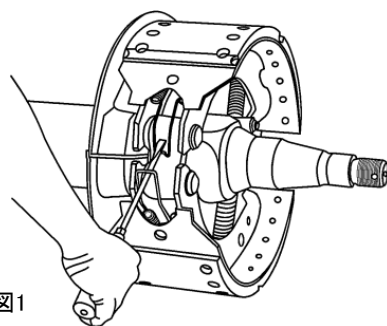

図1
① リターン Springs の勘合を外す。
- ・ブレーキシューAss'yのアンカ側リターン Springs 部に大型マイナスドライバー等を差し込み、リターン Springs の勘合を外す。 図1